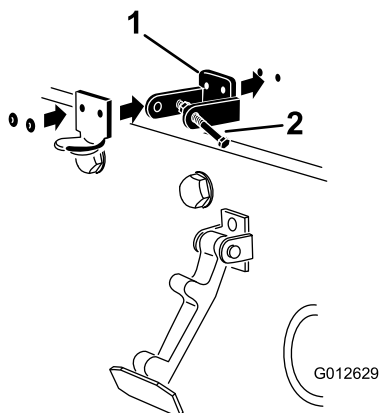

Рисунок 6
4. Совмещая монтажные отверстия, поместите стопорный кронштейн стандарта СЕ и кронштейн защелки капота на капот (**Рисунок 6**).
6. Приклепайте кронштейны и шайбы к капоту (**Рисунок 6**).